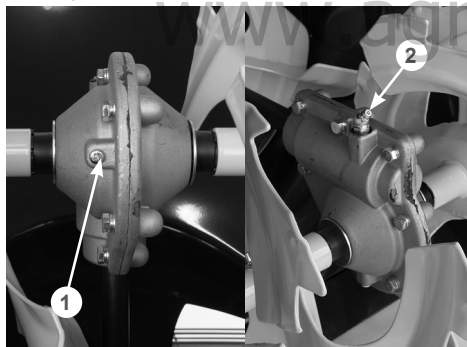

Рис. 44 Добавление смазки в редуктор
1. Очистите от загрязнений винт 1 в нижней части редуктора, пресс-маслёнку 2 и корпус редуктора вокруг них (Рис. 44).
3. Выкрутите винт 1 в нижней части редуктора и подложите под нижнее отверстие в редукторе кусок ветоши (Рис. 44).
4. Установите наконечник шприц-пресса на пресс-маслёнку 2 и начните заправлять смазку в редуктор (Рис. 44).